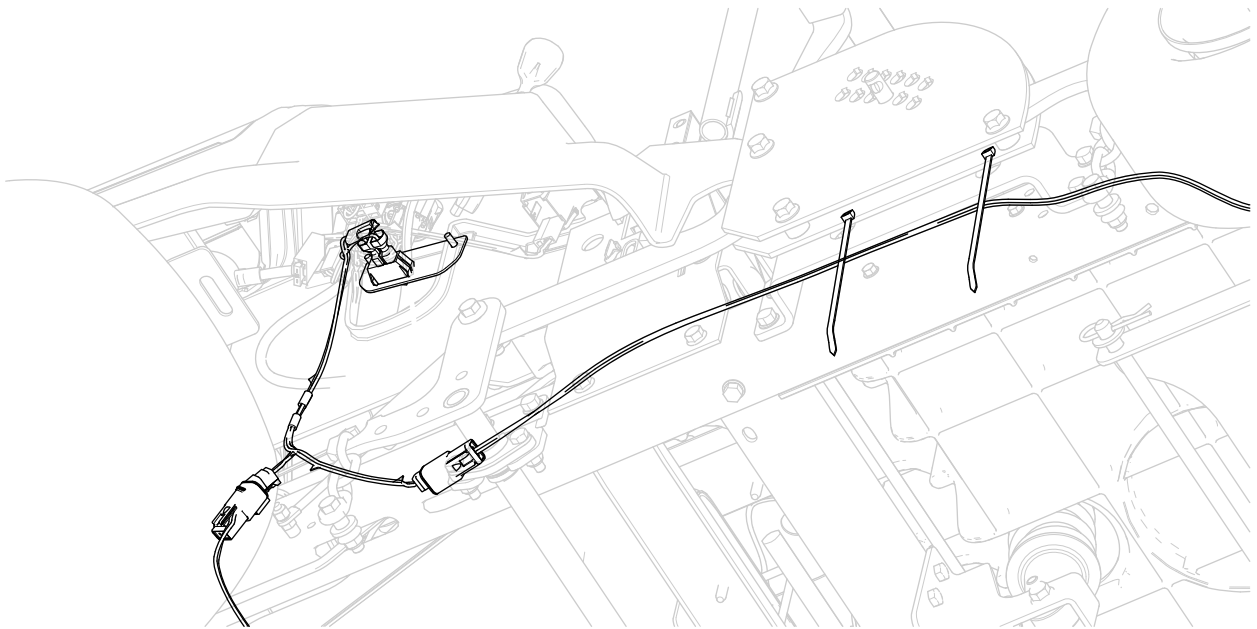

Figure 13
8. Acheminez le faisceau entre la plaque du boîtier de commande droit et le levier de levage de plateau droit (Figure 13).
9. Branchez le fil du faisceau de l'éclairage avant au connecteur du faisceau de câblage du kit d'éclairage (Figure 13).